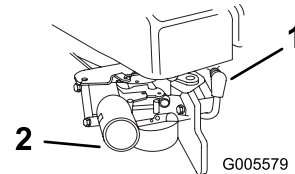

Bild 12
1. Stecken Sie den Zündkerzenstecker auf die Zündkerze (Bild 12).
3. Drücken Sie die Starthilfe dreimal, wobei Sie zwischen jedem Drücken eine Sekunde verstreichen lassen sollten (Bild 12).
2. Ziehen Sie den Zündkerzenstecker ab (Bild 12).